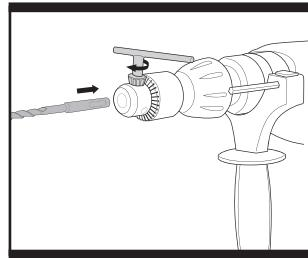

Fig. 5
4. USING THE KEY CHUCK (Fig. 5)